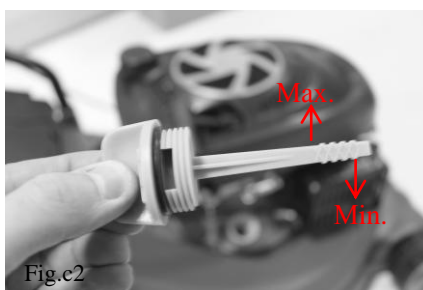

Fig.c2
3) Verificați nivelul uleiului. Acesta trebuie să fie între marcajele "Min." și "Max." ale stick-ului. În cazul în care este aproape de limita inferioară, reumpleți uleiul recomandat până la nivelul superior. Nu supraumpleți. Curățați orice ulei vărsat (Fig.c2).